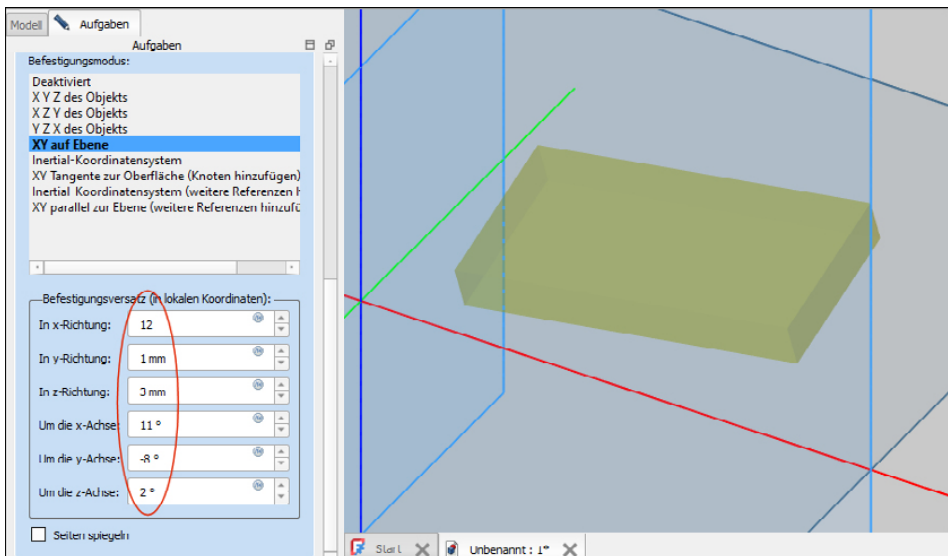

Abbildung 5.18: Versatz und Winkel in der Ebene
3. Weiter unten lassen sich noch mehr Werte eingeben: ein Versatz im Koordinatensystem oder ein Winkel um die Achsen (siehe Abbildung 5.18).